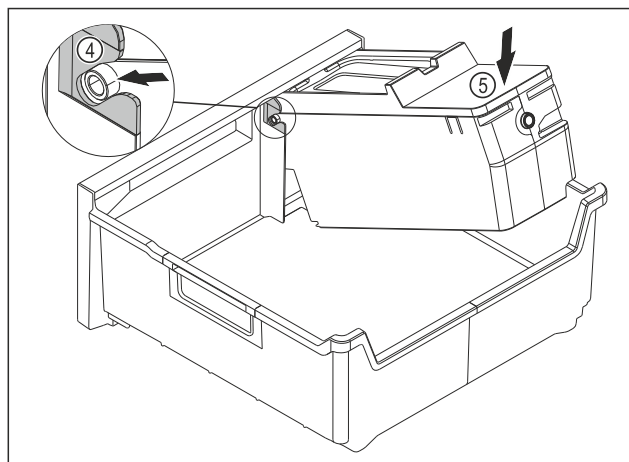

Fig. 115
- ▶ Montáž korpusu EasyTwist-Ice: Osy korpusu EasyTwist-Ice zasuňte do vedení *Fig. 115 (4)*.
- ▶ Stlačte korpus EasyTwist-Ice *Fig. 115 (5)* vzadu dolů.